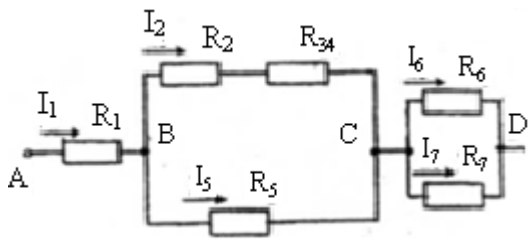
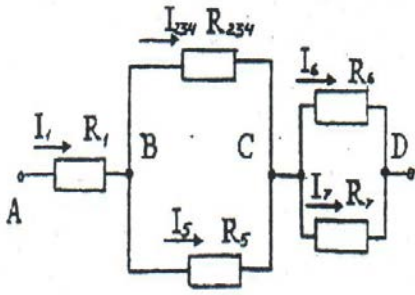

Рисунок 6 - Электрическая схема
Рисунок 7 - Электрическая схема
2. Резисторы R_2 и R_{34} (см. рис. 6) соединены последовательно, их общее сопротивление $R_{2-4} = R_2 + R_{34} = 20 + 40 = 60 \text{ Ом}$. Соответствующая схема приведена на рис. 7
Зная напряжения на участках ВС и СД, определим токи в ветвях (см рис. 7)
На основании второго свойства параллельного соединения можно убедиться на этом этапе в правильности решения задачи, применив первый закон Кирхгофа И з схемы (рис. 7) следует, что:
Для определения токов резисторов R_3 и R_4 предварительно найдем напряжение на резисторе R_{34} (рисунок 6), которое эквивалентно им
Это можно сделать двумя способами: на основании закона Ома $U_2 = I_2 \times R_2 = 2 \cdot 20 = 40$ В или на основании третьего свойства последовательного соединения. На участке ВС верхняя ветвь представляет собой последовательное соединение резисторов R_2 и R_{34} (см рис. 6), поэтому $U_{BC} = U_2 + U_{34}$, отсюда $U_2 = U_{BC} - U_{34} = 120 - 80 = 40$ В. Переходим к определению мощности, потребляемой цепью и каждым резистором в отдельности.